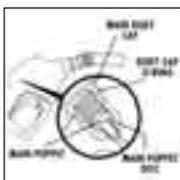

Ilustración 3
- ✓ La pérdida de combustible del tubo de descarga no cesa. Residuos u objetos extraños en el vástago principal. (Vea la ilustración 3)